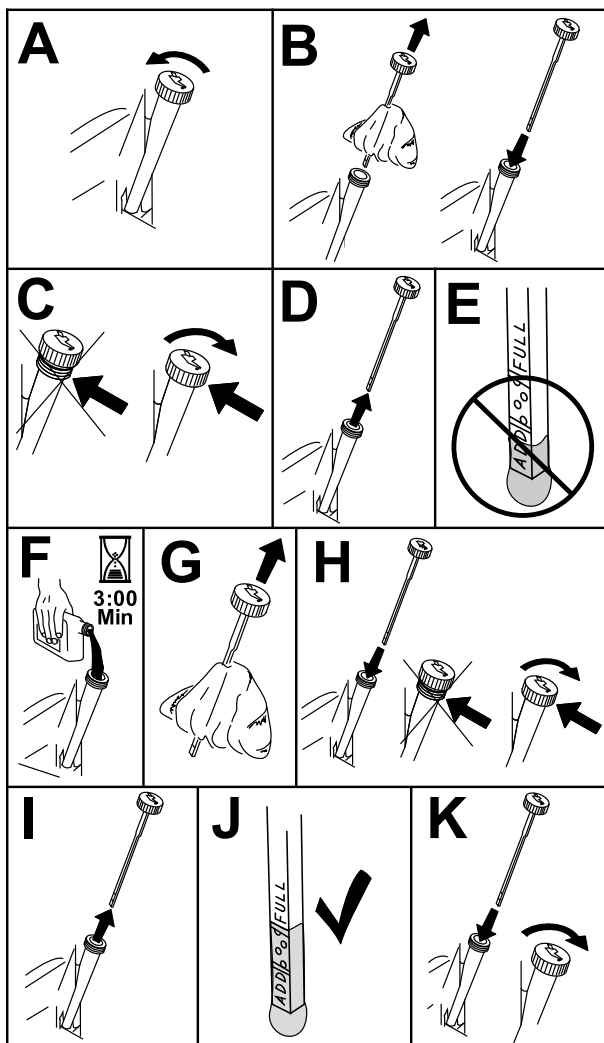

Figura 41
3. Pentru a ine murdăria, iarba tăiată etc. departe de motor, curățați zona din jurul buonului rezervorului de ulei și al jojei înainte de a o scoate (Figura 41).